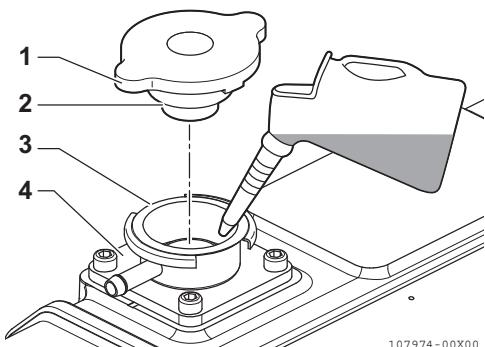

Figura 11
- Versare lentamente il liquido di raffreddamento nel relativo serbatoio (**Figura 11, (4)**) per evitare la formazione di bolle d'aria. Versare finché il liquido non fuoriesce dal bocchettone di rifornimento.
- Far combaciare le linguette del tappo del bocchettone (**Figura 11, (2)**) con le incisioni sul condotto di rifornimento (**Figura 11, (3)**) e stringere con cura il tappo del bocchettone (**Figura 11, (1)**).